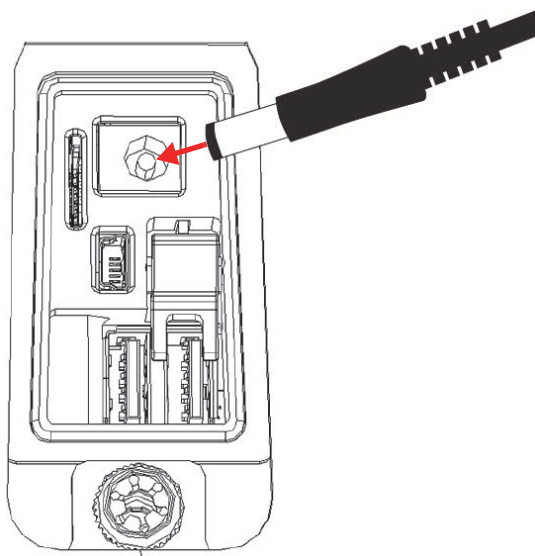

图 3-5 接入DC电源插头
3. 将AC电源适配器的DC电源插头插入到Vanta分析仪的DC电源插孔中（参见第61页的图 3-5）。